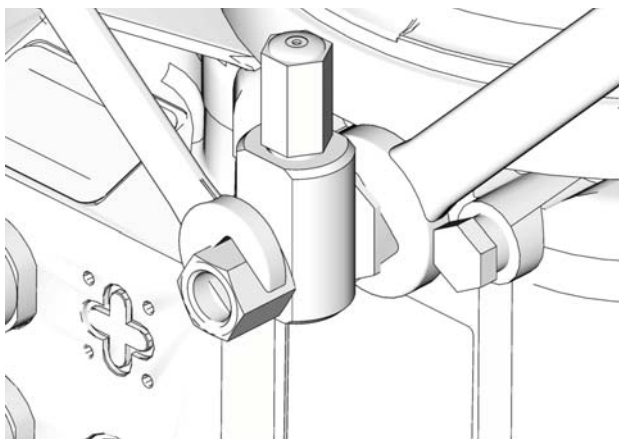

FIG. 5
7. Utiliser deux clés travaillant en directions opposées pour serrer le raccord. Raccord du couple à 35 pieds lbs (45,7 N•m) (FIG. 5).